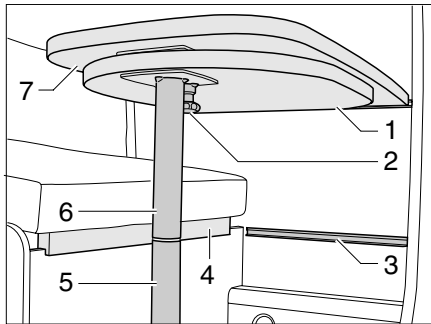

Bild 30 Hängetisch mit teilbarem Stützfuß
- Den Knopf (Bild 30,2) der Verriegelung nach unten ziehen und die Tischplattenverlängerung (Bild 30,1) herauschwenken.
- Die Tischplattenverlängerung (Bild 30,1) unter die Tischplatte (Bild 30,7) schwenken, bis die Verriegelung hörbar einrastet.